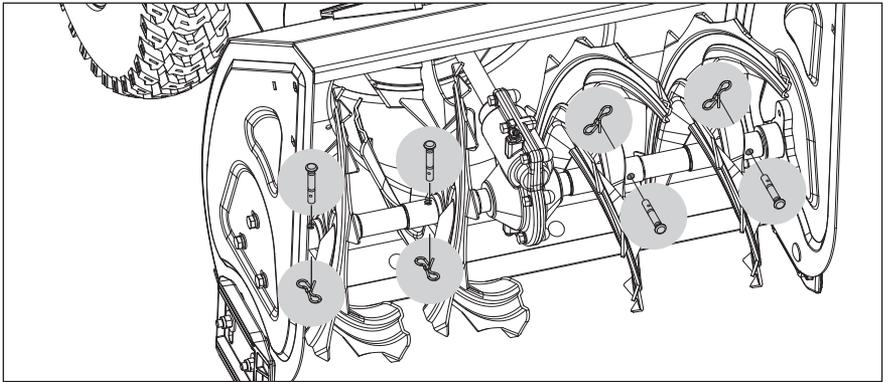

Figure 35
1. Les tarières sont fixées à l'arbre en spirale par des goupilles de cisaillement et des pinces. Si la tarière devait heurter un corps étranger ou un embâcle, la souffleuse est conçue de manière à ce que les broches se cisailent. (Fig. 35)